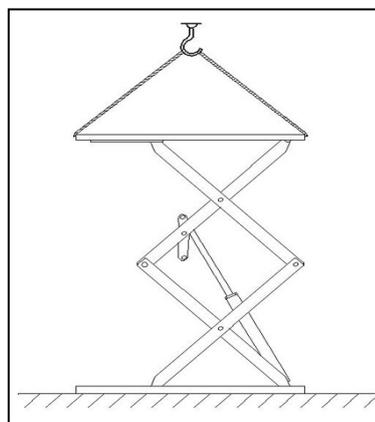

рис. 15
- используйте вилочный подъемник или другие подъемные механизмы для подъема платформ (**рис. 15**) и убедитесь, что предохранительные механизмы устройства активированы и зафиксированы